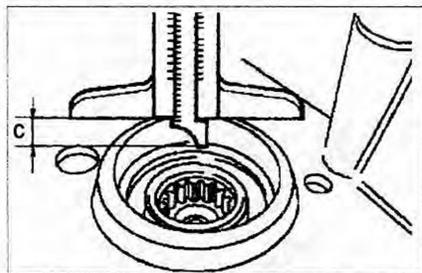

Рис. 4.91. Измерение расстояния **С** от верхней кромки седла подшипника до отверстия под подшипник в корпусе коробки передач, используя штангенциркуль.
3. Измерьте расстояние **С** от верхней кромки седла подшипника до отверстия под подшипник в корпусе коробки передач, используя штангенциркуль (рис. 4.91).